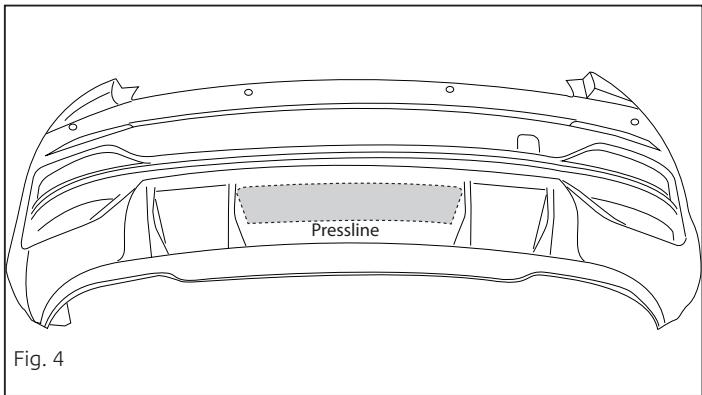

Fig. 4
9. **Если имеется:** Выпилить обозначенную часть, как указано на рис. 4.